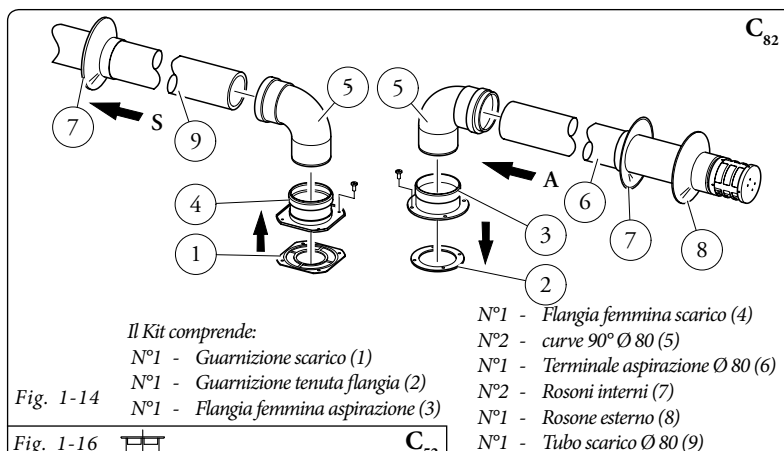

Fig. 1-14
Kit separatore Ø 80/80. Montaggio kit (Fig. 1-14): installare la flangia (4) sul foro centrale dello scaldabagno interponendo la guarnizione (1) e serrare con le viti a testa esagonale e punta piatta presenti nel kit. Togliere la flangia piatta presente nel foro laterale rispetto a quello centrale (a secon-